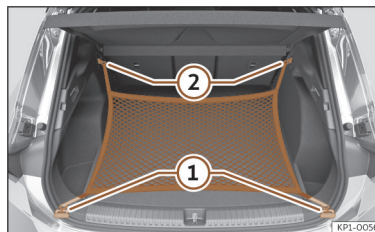

Fig. 191 Na bagageira: argolas ① e ganchos ② para fixar o saco de rede.
- Fixe os ganchos curtos da rede nas argolas de fixação >>> **Fig. 191** ① >>> . O fecho de correr do saco deve ficar voltado para cima.
- Fixe as fitas nos ganchos para prender sacos ②.